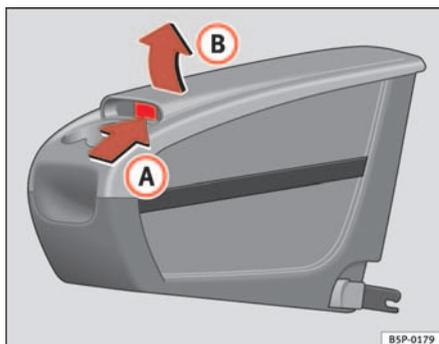

Fig. 112 Rangement mobile. Ouverture
- Levez le couvercle (B), par la zone (A) ⇒ page 143, fig. 112.